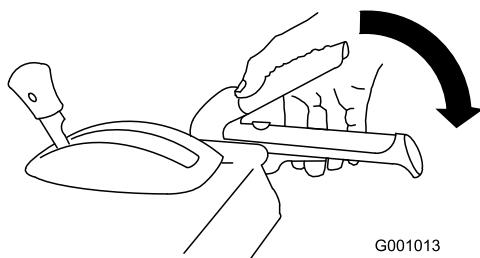

Figure 38
- Pour engager la vis sans fin/turbine, serrez le levier droit (vis sans fin/turbine) contre la poignée (Figure 38).